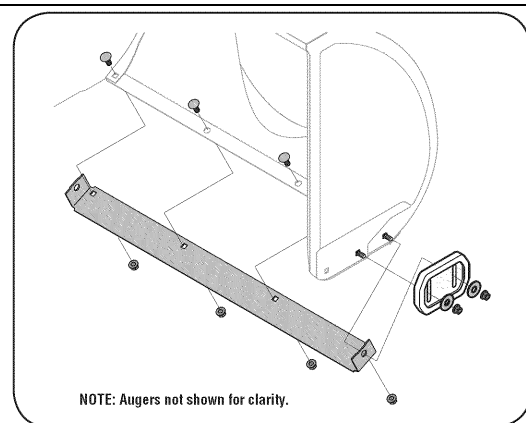

Рис. 18
2. Установите новые лыжи с помощью четырех болтов (по два на каждой стороне), шайб и шестигранных фланцевых гаек (См. Рис. 18).
2. Установите новый нож таким образом, чтобы головки болтов были направлены внутрь рамы. Затяните болты. (См. Рис. 18).